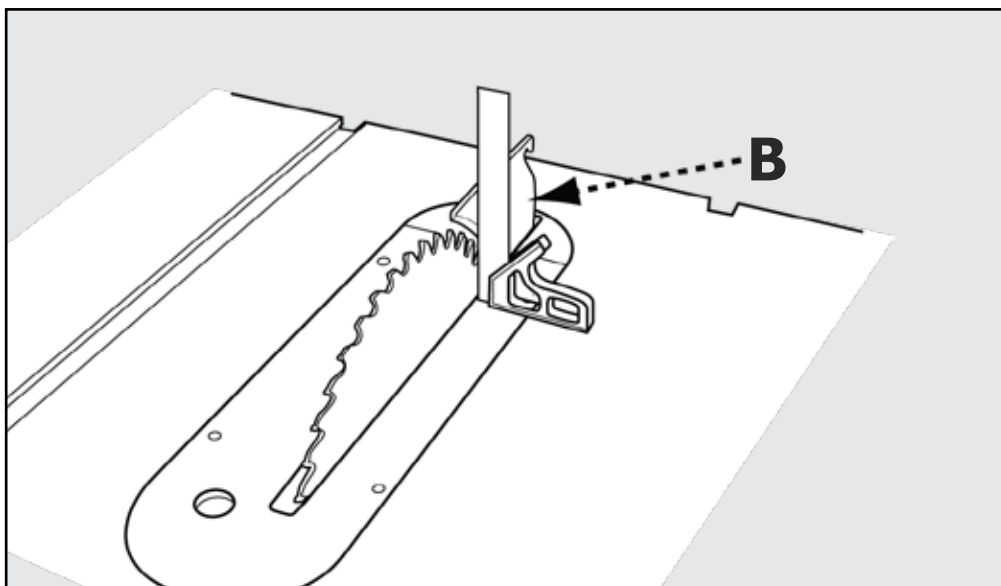

FIGURA 39
Coloque la escuadra (B) en la superficie de la mesa y contra la hoja y el separador. La escuadra deberá estar en contacto con la cara de la hoja y el separador. Consulte la Figura 39.